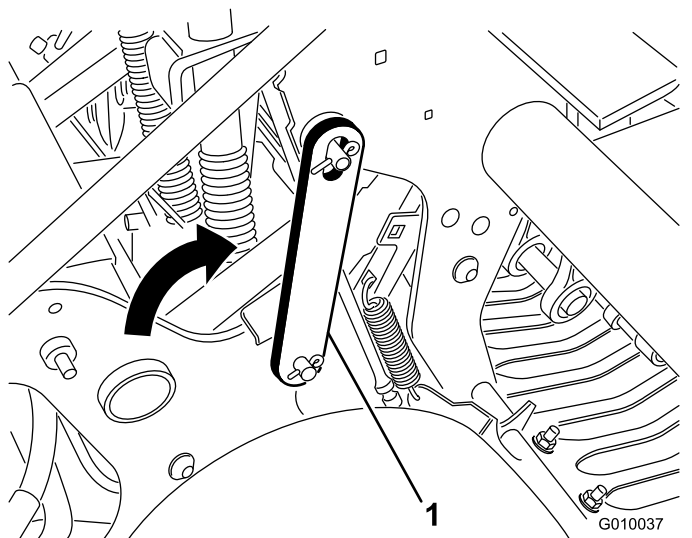

図 21
4. ラッチを後ろ向きに回転させて、コアリングヘッドのピンにはめ込む 図 21。クリップでラッチを固定する。